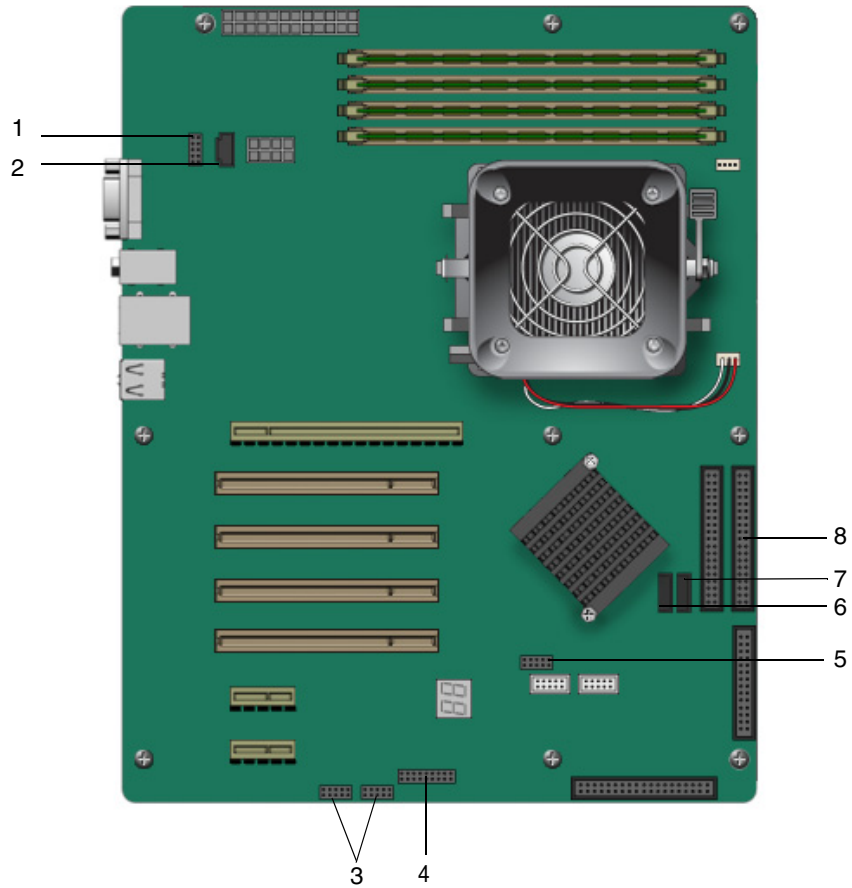
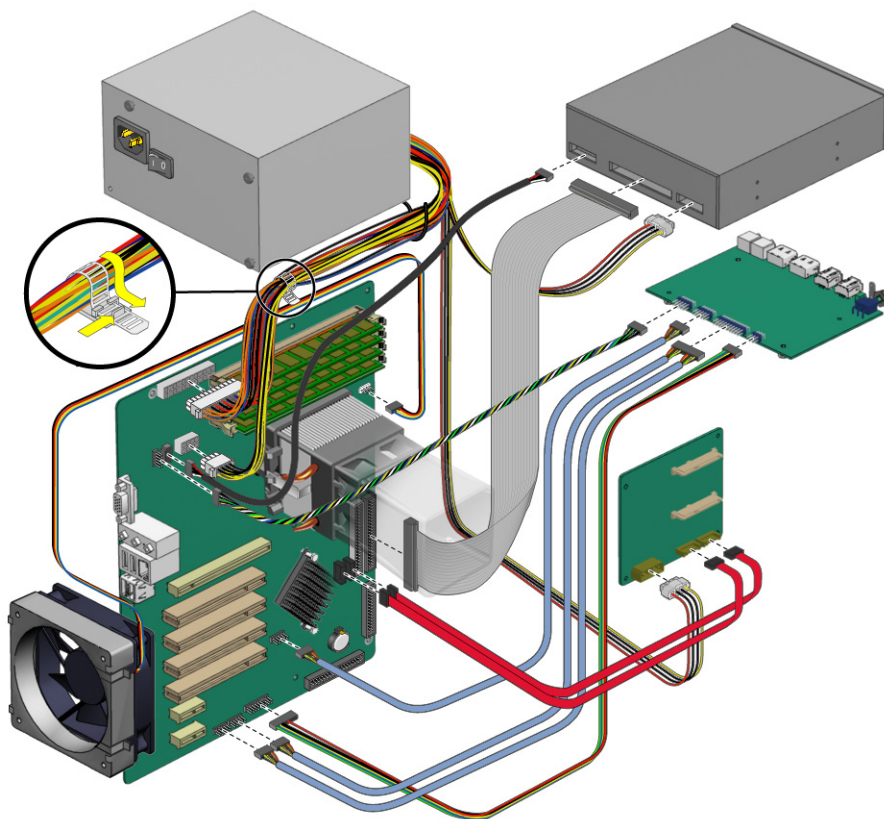

图 4-33 主板电缆位置
图 4-34 布线图
有关风扇 1 连接器的位置，请参见图 4-34 或系统箱盖上的维护标签。
有关 I/O 板连接的位置，请参见图 4-33 和图 4-34 及系统箱盖上的维护标签。
以下所列的系统线缆上，每一端都带有一个连接器，因此客户可拆卸或安装这些线缆。其它所有线缆的一端则永久性地连接在系统组件上，必须与组件一起进行拆卸和更换。有关连接器的位置，请参见图 4-33。
4. 更换需要更换的所有线缆（参见图 4-34）。